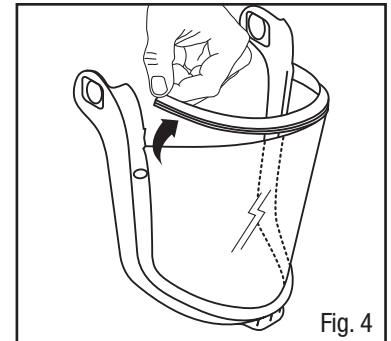

Fig. 4
5. Quite la junta del visor del borde superior del visor (consulte la Fig. 4).